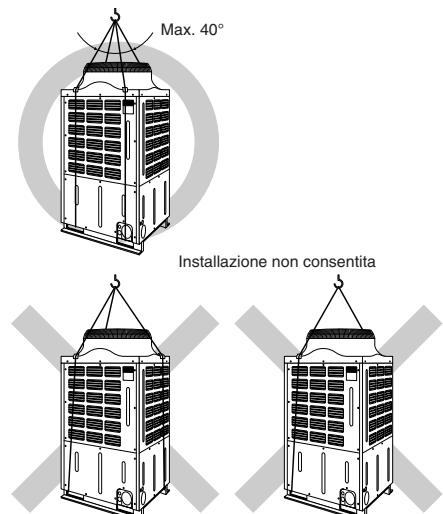

Fig. 3-3
3.3. Precauzioni per il sollevamento dell'unità (Fig. 3-3)